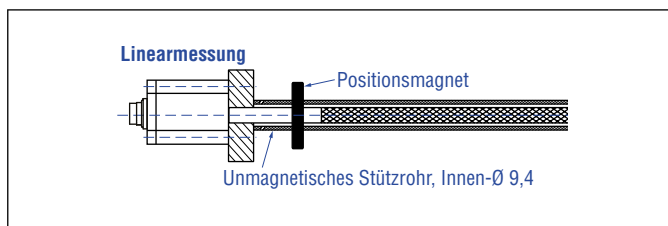

Abb. 28: Sensor mit Stützrohr/Schutzrohr
1. Führen Sie den flexiblen Messstab immer in einem Stützrohr/ Schutzrohr (z.B. Sensorrohr HD/HL/HP oder HFP-Profil). Das Stützrohr muss aus unmagnetischem Material bestehen und einen Innendurchmesser von mindestens 9,4 mm haben (Abb. 28). Es kann gerade oder gebogen sein.